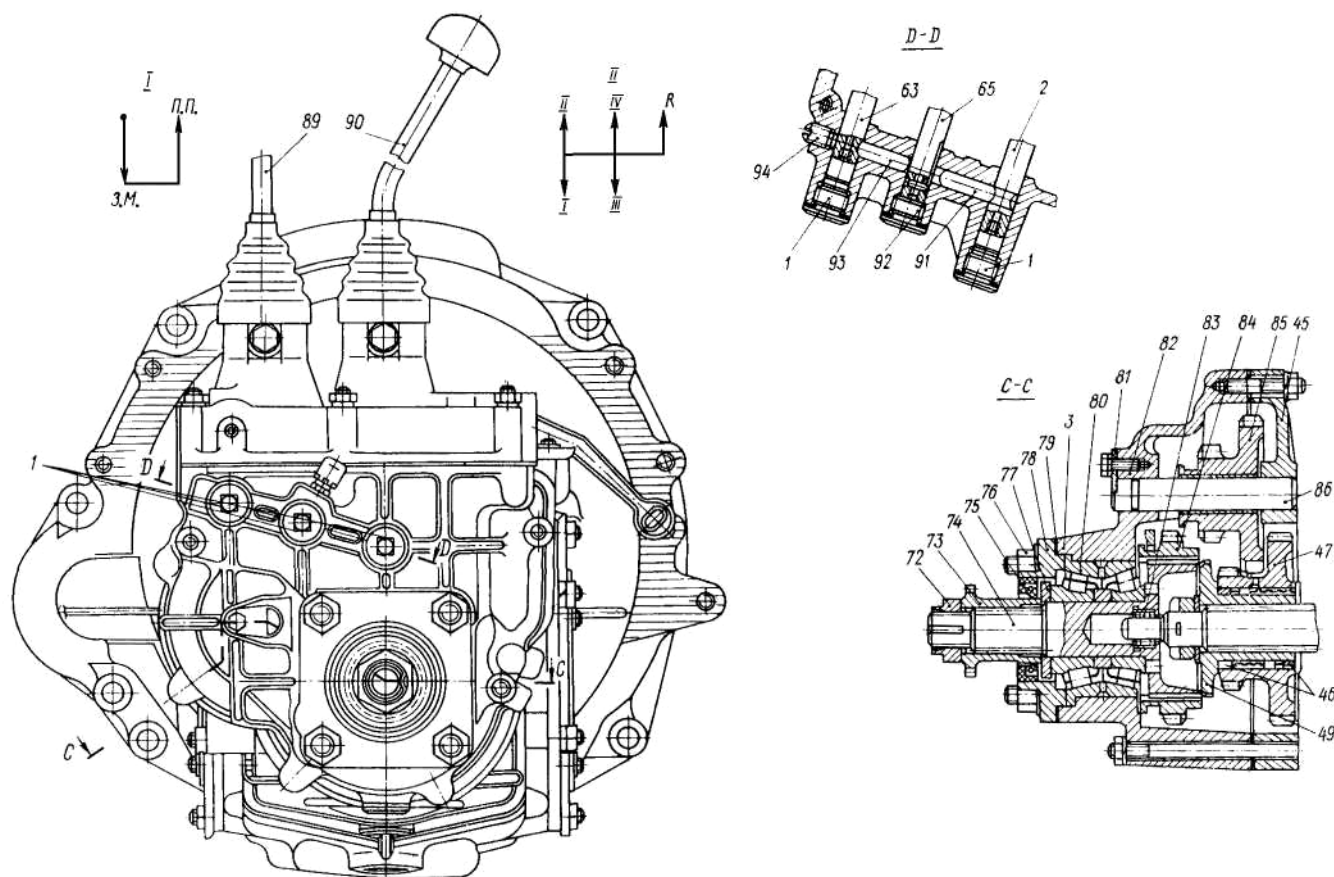
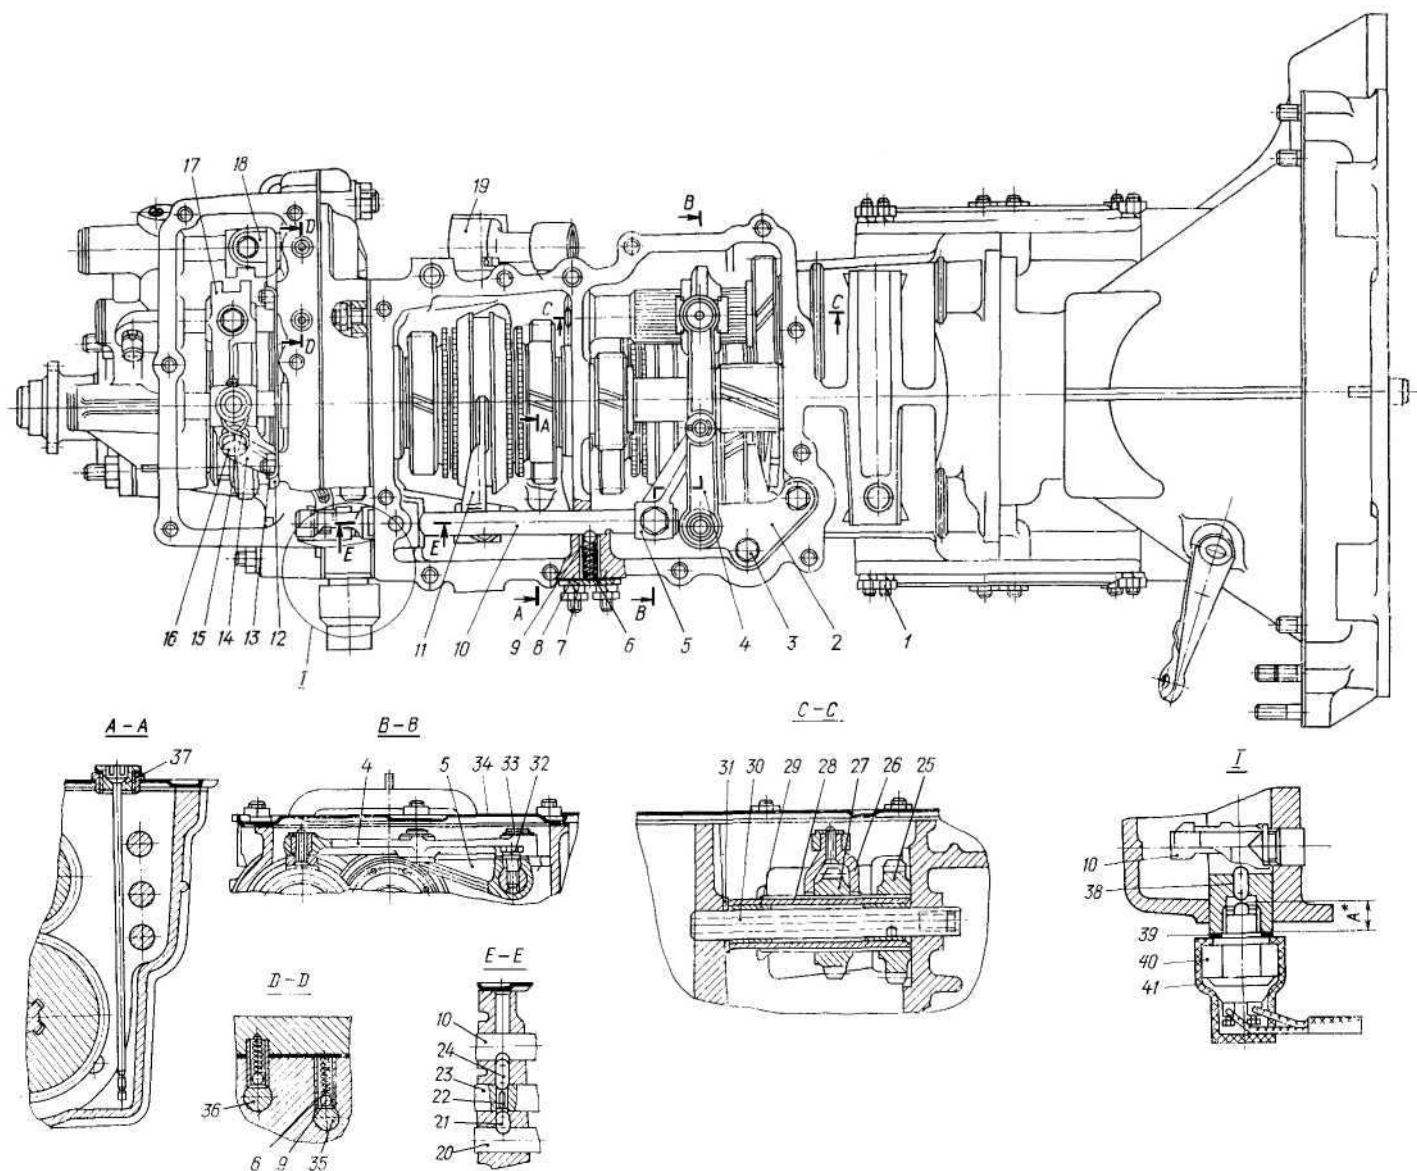
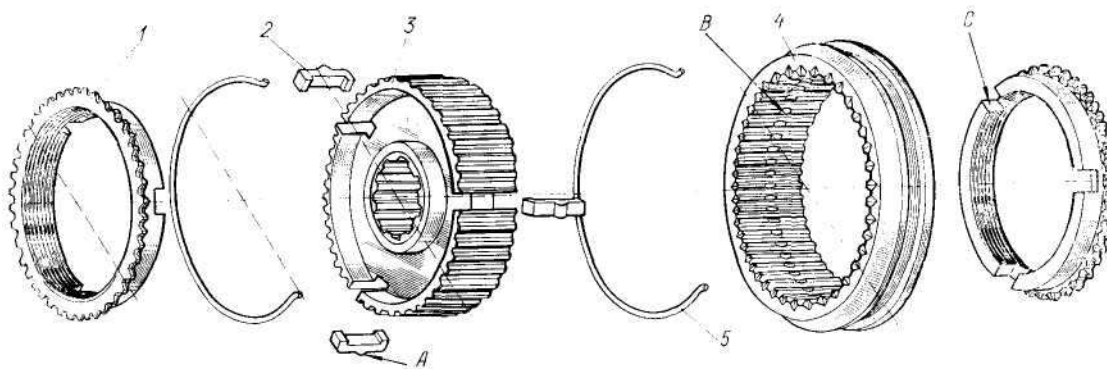
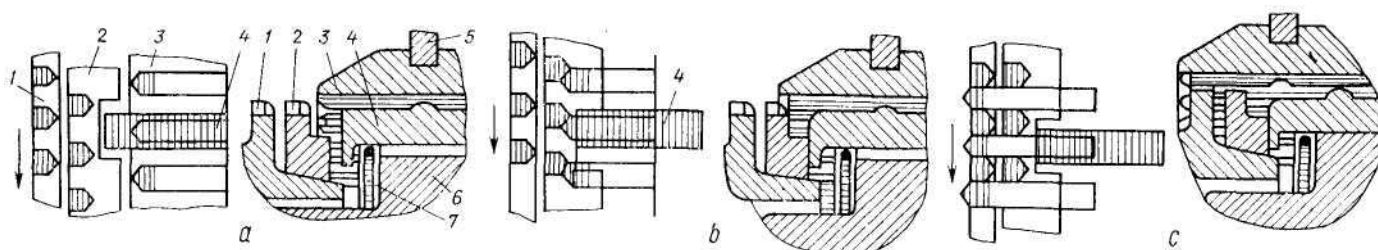

Рис. 117. Коробка передач (вид сбоку):
Рис. 118. Коробка передач (вид сверху, верхняя крышка снята):
Рис. 119. Синхронизатор:
Рис. 120. Схема работы синхронизатора:
Коробка передач (рис. 117 и 118) — механическая двухвальная, трёхходовая, с пятью передачами вперёд и одной назад. Передаточное число I-ой передачи — 3,8, II-ой — 2,118, III-ей — 1,409, IV-ой — 0,964, понижающей передачи — 7,2 и передачи заднего хода — 4,156.
Ведущим является вал 26 (рис. 117) и имеющий с ним шлицевое соединение вал промежуточный 21. На них находятся все ведущие шестерни передач:
- I-ой передачи и передачи заднего хода (этой шестерней является сам вал 26, зубья которого находятся в зацеплении с ведомой шестерней 34 I-ой передачи), а также с промежуточной ведомой шестерней передачи заднего хода 25 (рис. 118);
- II-ой передачи (этой шестерней является сам промежуточный вал 21 (рис. 117), зубья которого находятся в зацеплении с ведомой шестерней 39 II-ой передачи);
Ось 30 (рис. 118) шлицевого вала 28 посажена в стенки картера с переходом от максимального зазора 0,012 мм к максимальному натягу 0,019 мм. Диаметр оси в стенке картера со стороны паза на 0,04 мм больше остальной части. Дополнительно от осевого перемещения ось удерживается усом крышки 24 (рис. 117), входящим в паз оси.
Устройство и работа синхронизатора. На вал коробки передач посажена на шлицах ступица 3 (рис. 119) муфты с надетой на неё шлицевой муфтой 4 (15, рис. 117) включения III и IV передач (для включения I и II передач такой муфтой является шестерня заднего хода ведомая 37 (рис. 117)). Шестерня 18 III-ей передачи и 12 — IV-ой (а для I-ой и II-ой передач — соответственно 34 и 39) имеет зубчатый венец 1 (рис. 120), которым она при включении передачи соединяется со ступицей 6 синхронизатора посредством муфты синхронизатора 3. На конусы зубчатых венцов шестерён надеты бронзовые блокирующие (тормозные) кольца синхронизатора 2 с нарезанной на их конусной поверхности маслосгонной резьбой. Блокирующие кольца сопряжены со ступицей синхронизатора сухарями 2 (рис. 119), которые установлены в соответствующих вырезах колец 1 и ступицы 3. Сухари прижимаются пружинными кольцами 5 к муфте 4. Таким образом, ступица 6 (рис. 120, а) в сборе с муфтой 3 и кольцами синхронизатора 2 вращается с частотой вращения вала, на который она посажена. Шестерни же в сборе с венцами 1 вращаются на своих подшипниках относительно муфты 3 (и колец 2), как правило, с другой частотой.
- в начале перемещения (рис. 120, б) муфта 3 скошенными торцами своих зубьев упирается в скошенные торцы зубьев блокирующего кольца 2 (совпадения зубьев муфты с впадинами венца блокирующего кольца вначале не происходит из-за того, что кольцо смещено ведущими его сухарями 4). От давления зубьев муфты на зубья кольца 2 последнее прижимается к конусной поверхности зубчатого венца 1, удаляет с неё своей резьбой смазку и нарастающей силой трения тормозит шестерню включаемой передачи;
- затормаживаясь и прекращая свободно вращаться на подшипнике, шестерня посредством ступицы синхронизатора оказывается в жёсткой связи с валом этой ступицы, и ведущий вал коробки передач приводится во вращение (при движущемся автомобиле) ведомым валом с частотой соответственно передаточному числу пары шестерён включаемой передачи; при дальнейшем перемещении муфты синхронизатора её зубья проскальзывают во впадины кольца и затем во впадины зубчатого венца шестерни — передача включена (рис. 120, в).
В картере 3 (рис. 117) понижающей передачи установлен **механизм подключения редуктора заднего моста** автомобиля к ведомому валу коробки передач. На ступице 74 этого механизма (являющейся валом отбора мощности) установлен зубчатый фланец 73, с которым соединяется приводной вал редуктора заднего моста. При отключённом редукторе заднего моста ведомый вал коробки передач и ступица 74 вращаются независимо друг от друга (на ступицу 74 передаётся крутящий момент задних колёс через колёсные редукторы, полуоси, редуктор заднего моста и приводной вал).
Передача заднего хода обеспечивается блоком из шестерён 25 и 27 (рис. 118). Промежуточная ведомая шестерня 25 заднего хода на шлицевой вал 28 напрессована, а промежуточная ведущая шестерня 27 заднего хода имеет со шлицевым валом шлицевое соединение и перемещается по нему вилкой включения 26 заднего хода. Шлицевой вал с запрессованными в него бронзовыми втулками вращается на оси 30. С шестерней 25, как уже указывалось выше, находится в зацеплении зубьями ведущей шестерни первой передачи вал 26 (рис. 117). Включение передачи заднего хода производится перемещением шестерни 27 (рис. 118) в зацепление с ведомой шестерней заднего хода 37 (рис. 117).
Все передачи, кроме понижающей, включаются рычагом 90 с ползуном 54. Ползун 54 посажен на шток 2 и с ним соединён болтом 55. Своим поводком ползун 54 при включении передачи размещается в пазу головки того штока (рис. 117), которым включается данная передача:
верхняя головка — штока 10 (рис. 118) включения передачи заднего хода;
средняя головка — штока 23 (рис. 118) включения III и IV передач;
нижняя головка — штока 20 (рис. 118) включения I и II передач.
Для предотвращения возможности включения сразу двух передач штоки имеют замки. Так при включённой какой-либо передаче ползуном 54 (рис. 117) со штоком 2 замок 91 подвигается в упор к штоку 65. Если при этом задний мост включён, то толкатель 92 является расположенным по оси замков 91 и 93. Замок 91 подвигает этим толкателем замок 93 в лунку штока 63 вилки включения понижающей передачи и, следовательно, включение понижающей передачи становится невозможным. Таким же образом блокируется шток 2 при включённой понижающей передаче. Такую же замковую блокировку имеют штоки 10, 23 и 20 (рис. 118).
Длина замков 21, 24 (рис. 118), 91 и 93 (рис. 117) равна соответственно 9,98...10,10 мм; 15,18...15,30 мм; 33,93...34,10 мм; 29,36...29,50 мм, а толкателей замков 92 и 22 (рис. 118) — соответственно 12,38...12,50 мм и 11,36...11,50 мм.